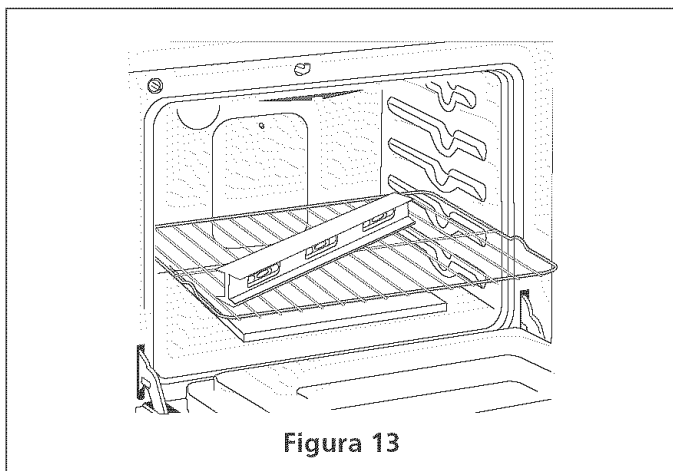

Figura 13
1. Instale una rejilla al centro del horno superior (vea la Figura 13).